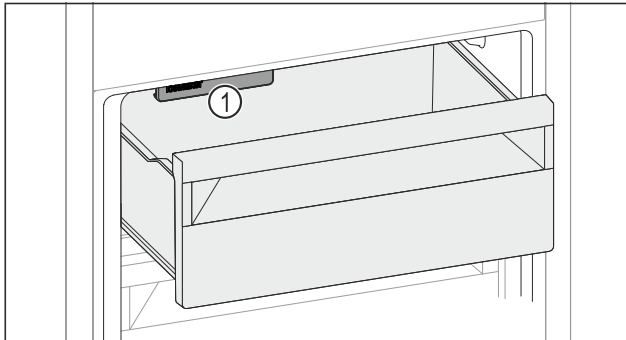

Fig. 49
- Tenez compte de l'IceMaker Fig. 49 (1).